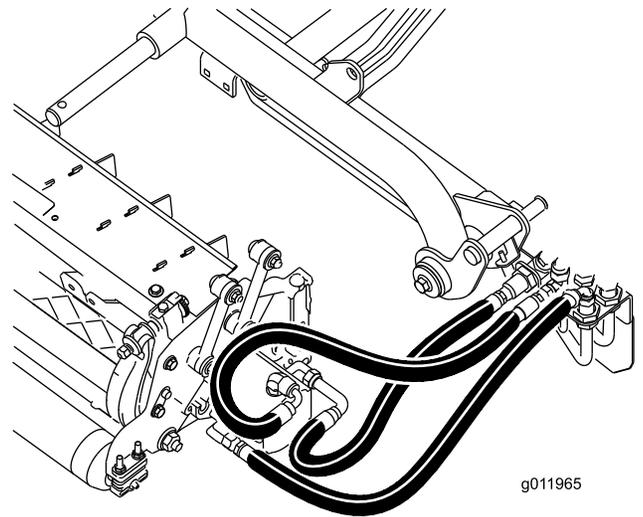

图21
**重要事项** 确保软管没有任何扭曲或急弯且后滚刀组软管的布置如图21中所示。提升滚刀组并移到左侧型